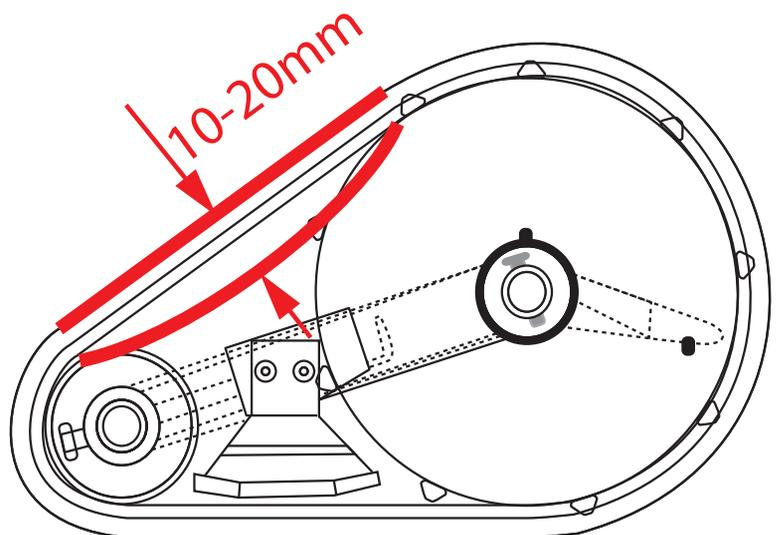

Bild 24
3. Drehen Sie die Schraube (B) im Uhrzeigersinn, um die Spannung zu erhöhen. Drehen Sie gegen den Uhrzeigersinn, um die Spannung zu senken. Das Spiel sollte 10 bis 20 mm betragen (Bild 24).